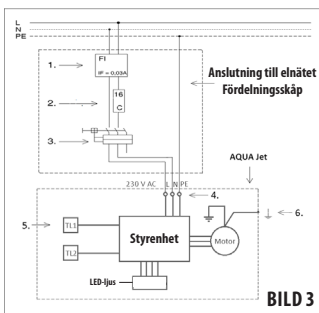

BILD 3
**Elektriskt kopplingsschema för AQUA Jet 100 (bild 3):**
Motströmsanordningen skall anslutas med hjälp av motorstartern, säkringarna och jordfelsbrytaren (se kopplingsschemat bild 3). Underlåtenhet att installera dessa säkerhetselement kan orsaka livshotande faror och allmänna risker. Anordningen skall placeras utanför bassängens säkerhetszon (zon 0, 1 och 2), se ČSN 33 2000-7-702, som har fastställts till 3,5 m från bassängväggen, se bild 4.